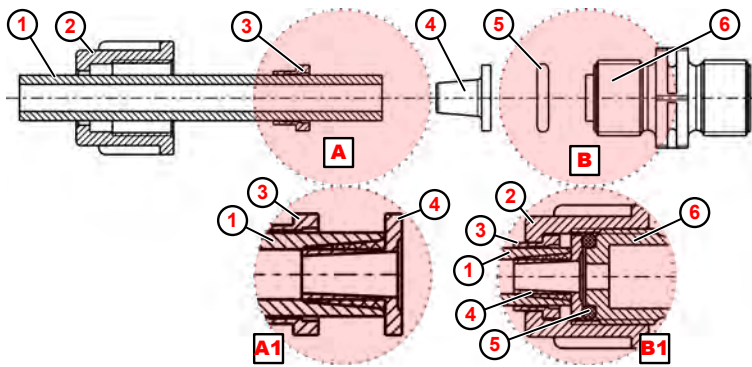

Fig. 8 : Raccord de conduit et flexible avec pièce conique
1. ➤ Couper droit le flexible ( Fig. 8 , ① ).
2. ➤ Enfiler l'écrou-raccord ② sur le flexible ① .
3. ➤ Enfiler la pièce de serrage ③ sur le flexible ① .
4. ➤ Pousser le flexible ① jusqu'à la collerette de butée sur la pièce conique ④ (détail Ⓐ1 ).
5. ➤ Glisser la pièce de serrage ③ vers la pièce conique ④ jusqu'à ce qu'une résistance soit perceptible.
6. ➤ Placer le joint torique ⑤ dans la rainure de la soupape d'aspiration ou de refoulement ⑥ .
7. ➤ Serrer l'écrou-raccord ② à fond (détail Ⓑ1 ).